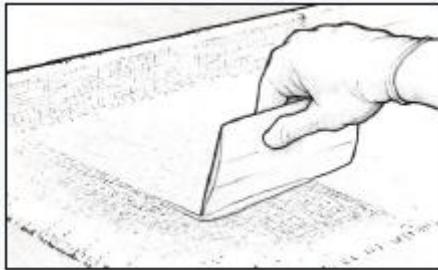

Рис. 24. Уберите избыточное количество эпоксидной смолы до того, как она превратится в гель.
6. Соберите излишки смолы с помощью скребка (*Рисунок 24*), длинными перемещениями внахлест, с одинаковым усилием. Цель – удалить лишнюю смолу, в которой ткань будет «плавать», но избегать чрезмерных усилий, которые могут привести к сухим точкам на ткани. Излишки смолы выглядят как глянцевые пятна, в то время как правильно пропитанная стеклоткань выглядит равномерно прозрачной с лёгкой текстурой ткани. Последующие слои эпоксидной смолы заполнят волокна стеклоткани.